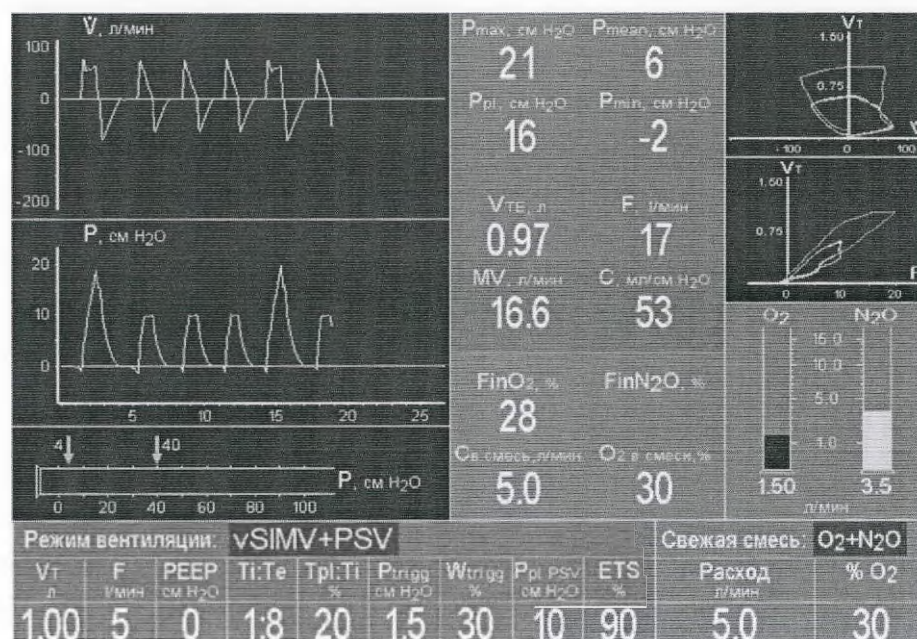

Рисунок 29 – Пример индикации на экране интегрированного монитора в режиме vSIMV+PSV
- режим vSIMV+PSV – формирование аппаратных вдохов с управлением по объему и поддержкой самостоятельных вдохов пациента в режиме PSV (см. рис. 29).